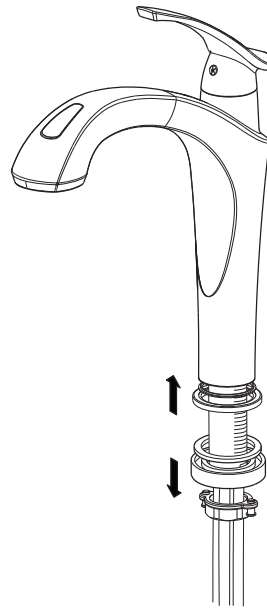

Fig. 1.1
- Dévisser et enlever l'**anneau de serrage**, la **rondelle métallique** et la **rondelle de caoutchouc** (Fig. 1.1). Pour faciliter la tâche, retirer le **tuyau du vaporisateur** de ces pièces en premier. Assurez-vous que le **receveur du corps** et l'**anneau de finition** soient toujours en place.
- Unscrew and remove the **mounting nut**, the **metal washer** and the **rubber washer** (fig. 1.1). To make it easier, remove the **hand sprayer hose** from these pieces first. Make sure that the **body deck plate** and the **finishing ring** are still in place.